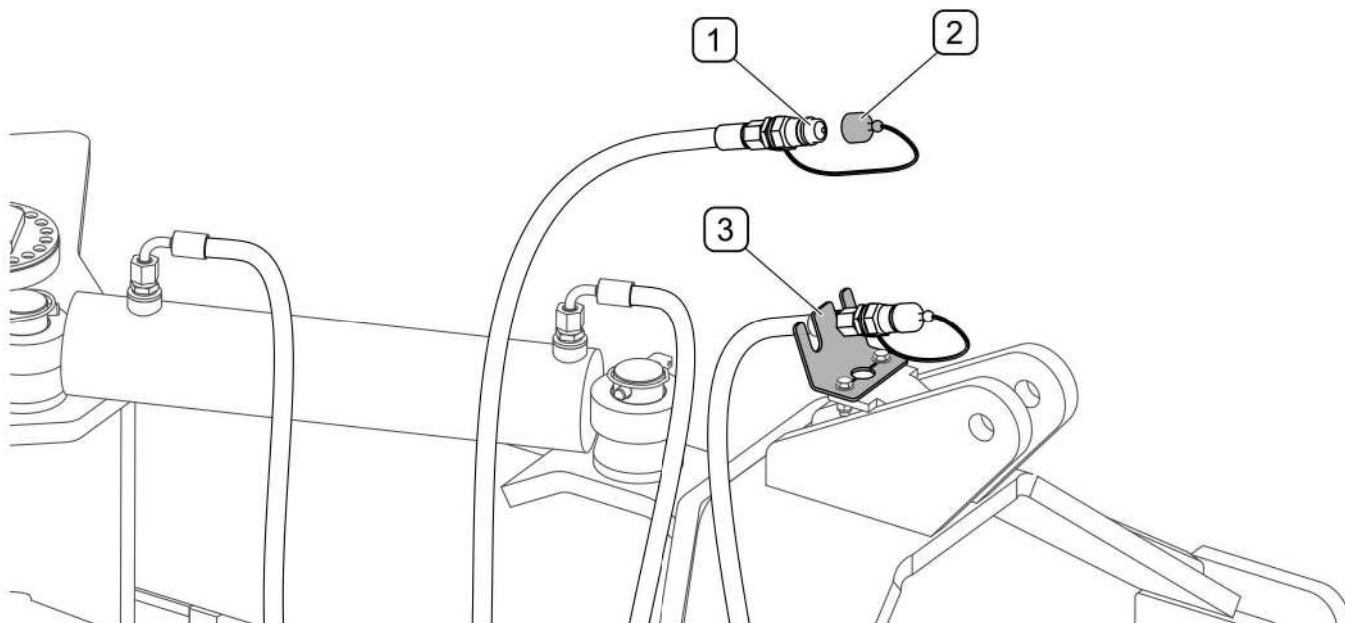

РИСУНОК 4.6 Предохранение штекеров гидроразъемов
- отсоединить штекеры (1) гидроразъемов, закрыть колпачками (2) и поместить на кронштейн (3) (РИСУНОК 4.6)